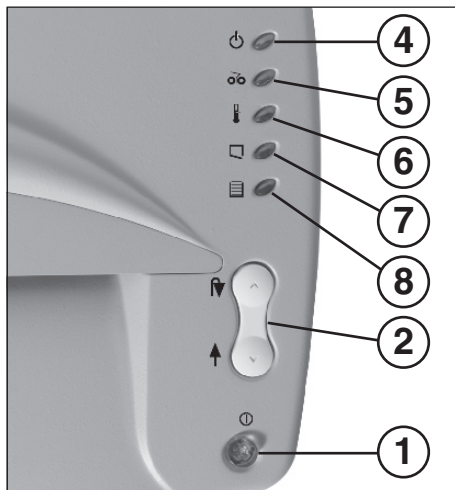

Рис. 1
«Готовность к работе» (рис. 1)
с качающимся рычажком (вперед / назад) (рис. 1)
- 5 = Контрольная лампочка (рис. 1)**
«Перегрузка двигателя» (рис. 1)
«Дверка открыта» (рис. 1)
«Корзина заполнена» (рис. 1)
- Включить машину кнопочным выключателем (1) (рис. 1). Загорится контрольная индикация (4) (рис. 1).
Указание: для измельчения прозрачных для света пленок необходимо включить машину вручную на прямой ход (установить переключатель с качающимся рычажком (1) (рис. 1) в положение «↑»).
Когда приемная корзина заполнена, машина отключается. Загорается контрольная индикация (8) (рис. 1).
- Откройте дверку. Загорается контрольная индикация (7) (рис. 1).
- Вставить пустой мешок в машинку и закрыть дверку. Контрольный индикатор (7) (рис. 1) гаснет.
- Загорается контрольная индикаторная лампочка (5) (рис. 1).
- На непродолжительное время установить переключатель с качающимся рычажком (1) (рис. 1) в положение «↑».
- Контрольная индикация (5) (рис. 1) погаснет.
если происходит перегрузка двигателя, то он отключается. Загорается контрольная индикаторная лампочка (6) (рис. 1). Выключите прибор с помощью переключателя (1) (рис. 1). По истечении времени охлаждения 50 минут (в зависимости от температуры в помещении) Вы можете снова включать прибора.
Следите за тем, чтобы прибор в ночное время был выключен с помощью переключателя (1) (рис. 1).